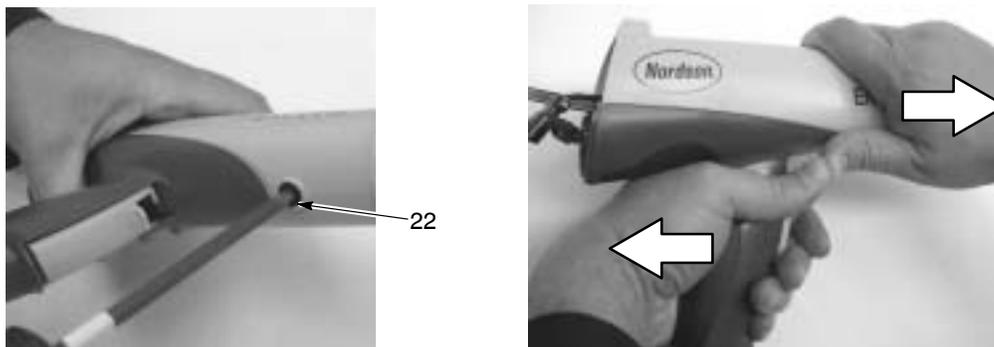

Рис. 6-2 Снятие корпуса распылителя с рукоятки
4. См. рис. 6-2. Вывернуть черный нейлоновый винт (22) из корпуса распылителя.